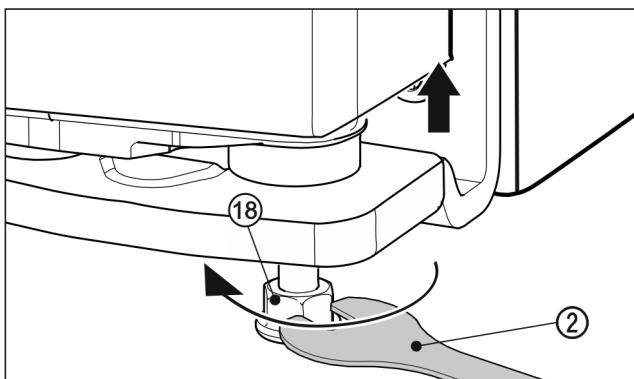

Fig. 26
- ▶ Чтобы поднять дверцу, выверните вправо установочную опору Fig. 26 (18) с помощью прилагаемого вильчатого ключа Fig. 26 (2) до соприкосновения с полом. Затем продолжите выворачивание, пока дверь не будет отрегулирована по высоте. При поставке опорный палец полностью вкручен.